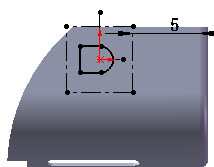

图 4.30 编辑草图
(4) 编辑草图，如图 4.30 所示。退出草图环境，完成成形特征 1 的创建。